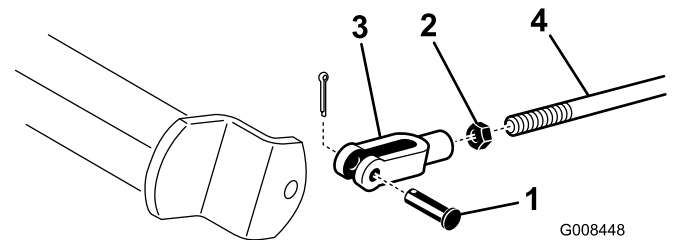

Bild 46
- A. Entfernen Sie den Splint und Lastösenbolzen, um die Bremsstangen abzuschließen (Bild 46).
- B. Lockern Sie die Klemmmutter und stellen den Lastösenbolzen entsprechend ein (Bild 46).
- C. Bringen Sie den Lastösenbolzen am Bremsbügel an (Bild 46).